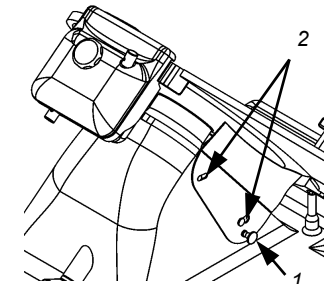

Abb. 43
6.2.3 - Reinigung des Scheibenhalters (Abb.43)